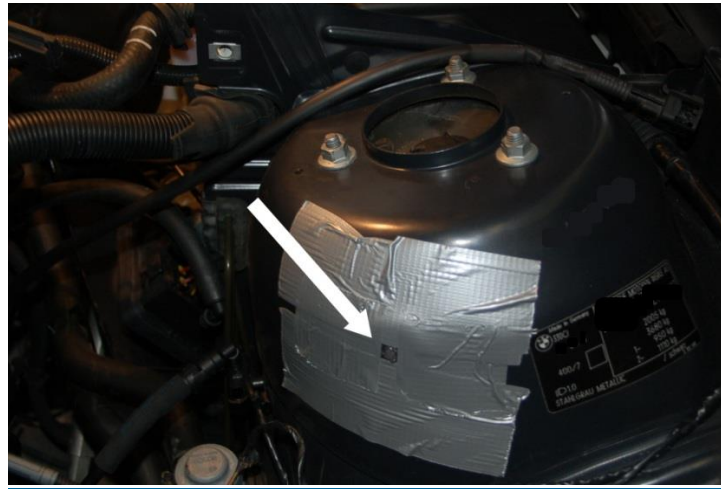

Abbildung 15
30. Hohlschraubenadapter (P341-53-40), Öldruckschalter mit den beiliegenden Dichtringen und die Versorgung der Vanos-Einheiten in das Ölfiltergehäuse in hintere Einschrauböffnung montieren (siehe Abbildung 15 links). Dabei das Anzugsmoment von 20Nm beachten.